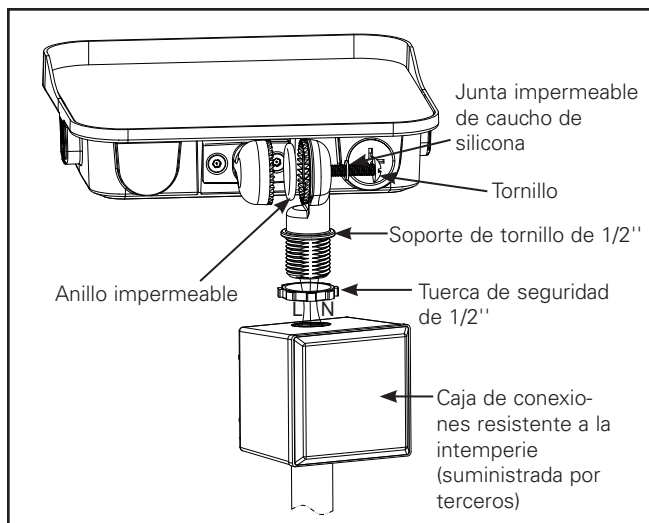

Figura 1
1. Instale el luminario mediante el soporte de rótula en la caja de conexiones resistente a la intemperie (suministrada por terceros) y fíjela con una tuerca de seguridad de 1/2 in (Figura 1).